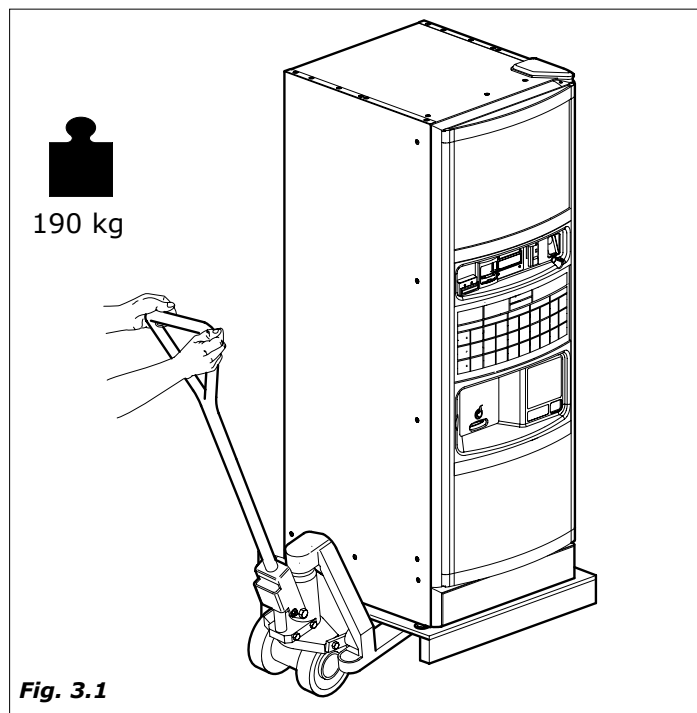

Fig. 3.1
3.1 Transporte y traslado (Fig. 3.1)